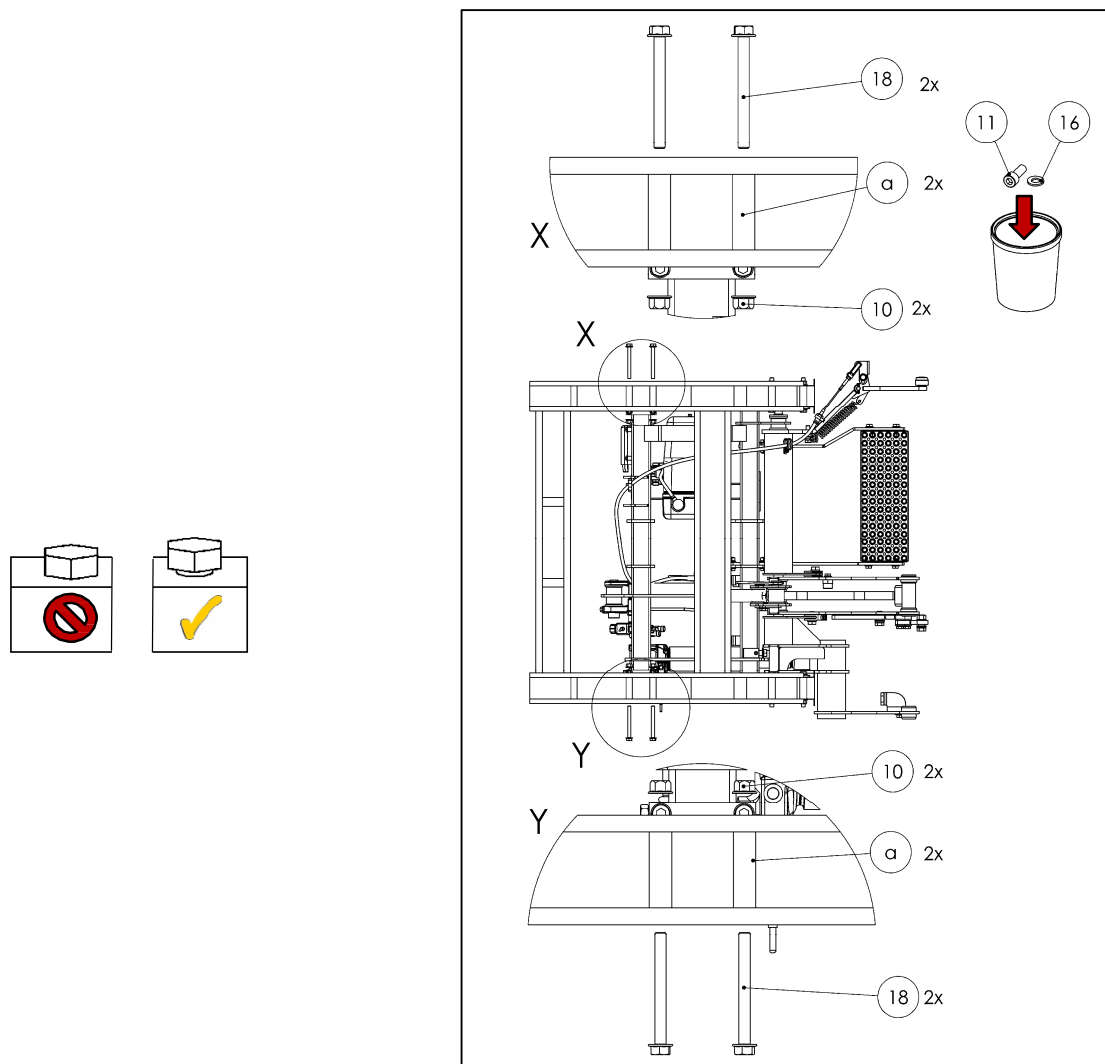

Fig. 31
**Opcional:** Inserte los tornillos delanteros (juego de instalación - no. de parte 22 911 216) y apriete los a mano (vea la Fig.31).